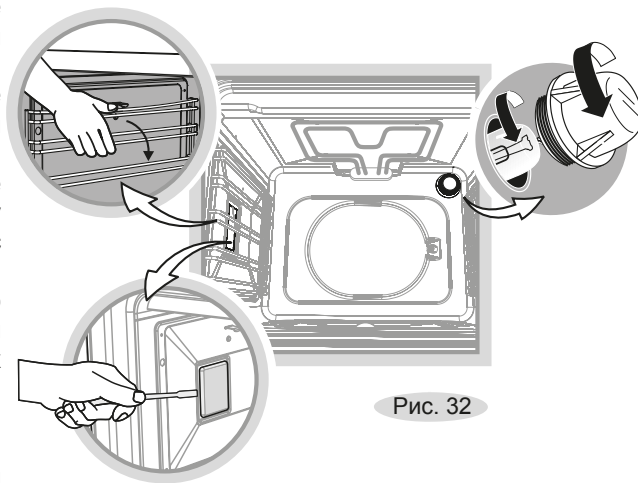

Рис. 32
- Откройте стеклянный плафон (рис. 32).